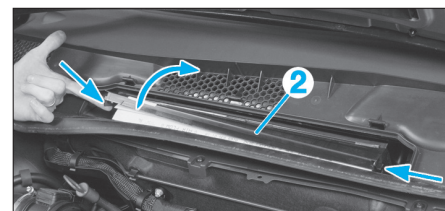

FIG. 8
- Dégraffer le couvercle (2) et le soulever (Fig.8).